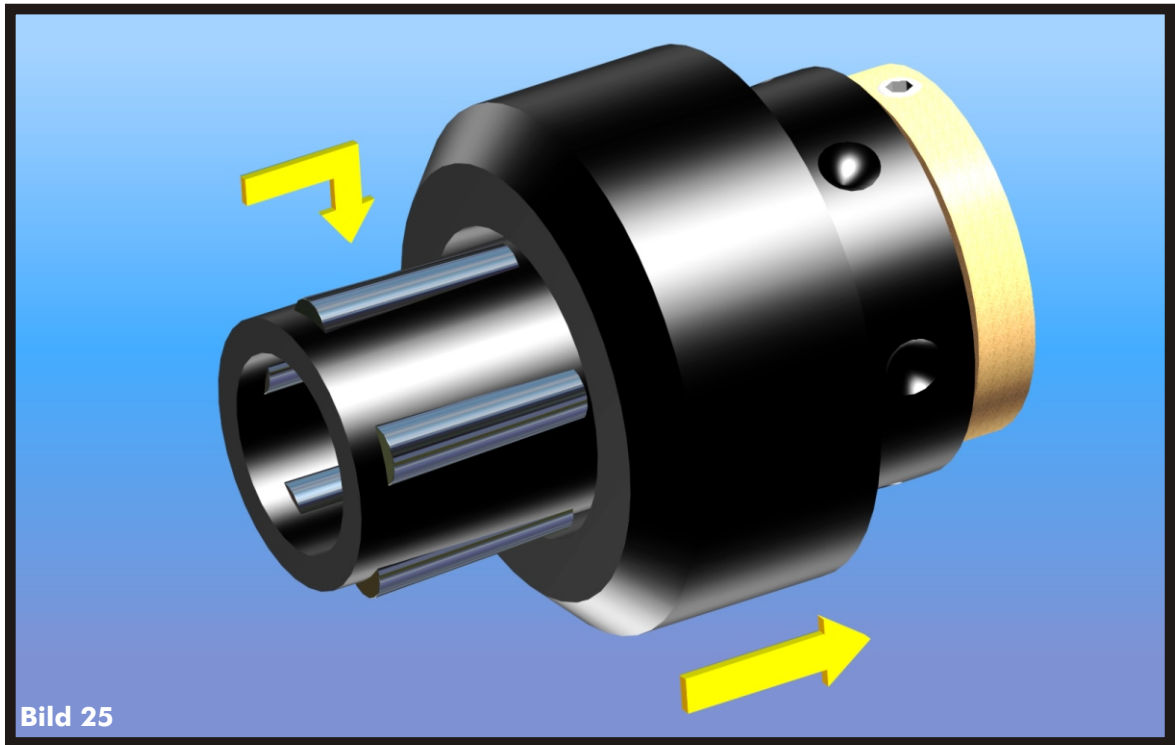

Bild 25
- > **Schieben Sie den Zylinder soweit gegen die Druckfeder, dass die Glätt-Rollen in die Kalotten des Käfigs eingelegt werden können (Bild 25).**